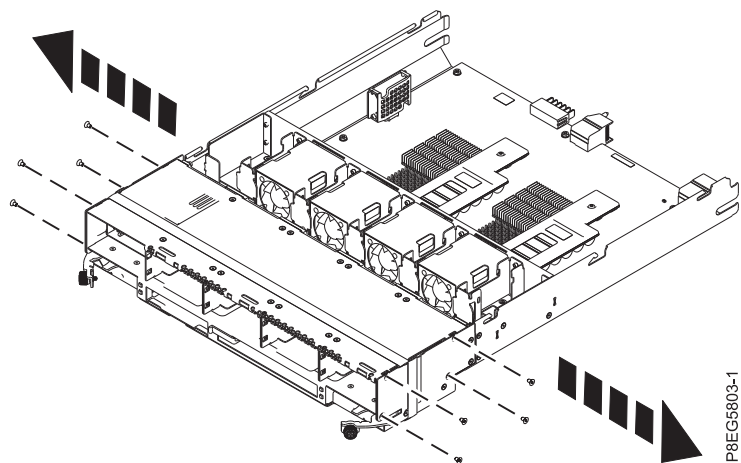

図 12. RAID アセンブリーからのねじの取り外し
12. T10 Torx ドライバーを使用して、RAID アセンブリーの両側から 4 本のねじを取り外します。 図 12 を参照してください。